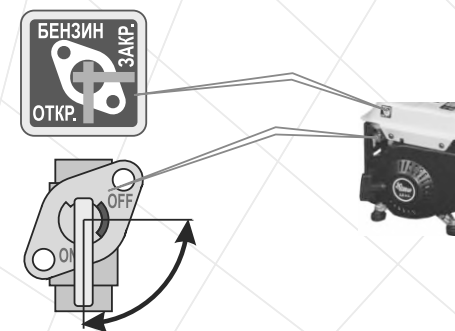

Рисунок 2
1. Откройте топливный кран, переместив рычаг крана по ходу часовой стрелки до упора в положение «ОТКР» (см. рис. 2).
- После остановки двигателя закройте топливный кран, переместив рычаг крана против хода часовой стрелки до упора в положение «ЗАКР» («OFF») (см. рис. 2).